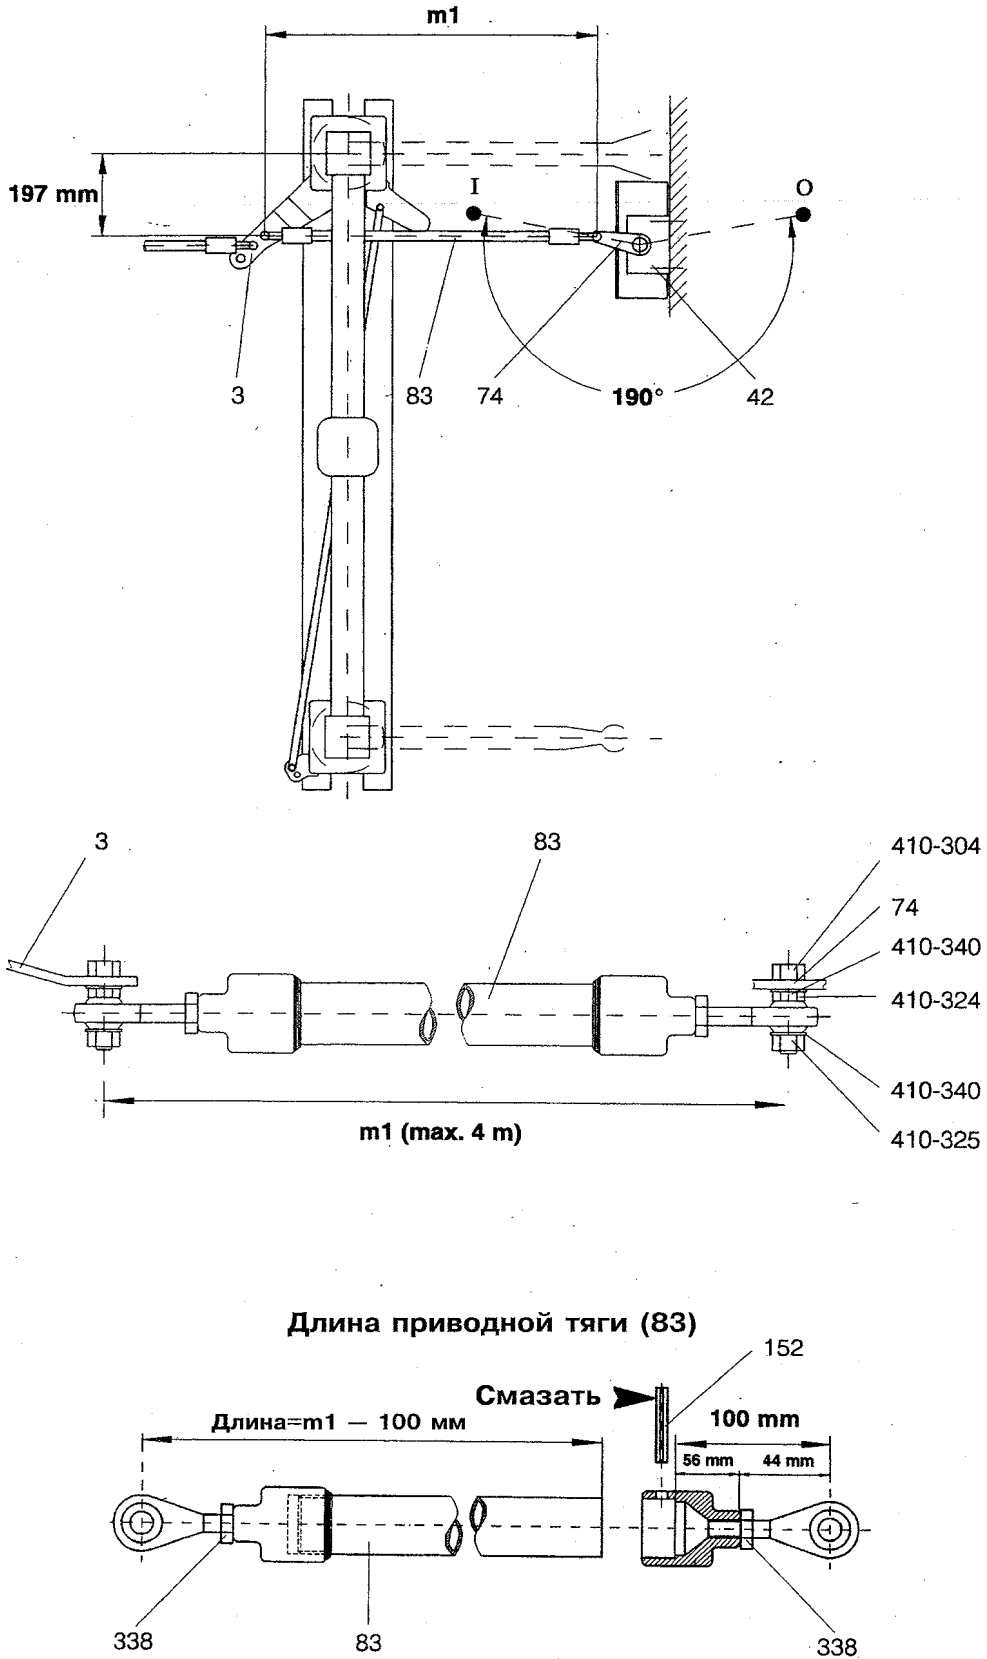

Рисунок 25: Установка приводного механизма разъединителя; раздельная установка: боковое смещение приводного механизма
При установке отдельно от основания приводного механизма на разъединитель, последовательность установки зависит от размера $m3$ приводного вала (43) — Рис. 22, 23 и от возможного бокового смещения приводного механизма и разъединителя — Рис. 25:
18. Если приводной механизм с боковым смещением: Подсчитайте требуемую длину приводной тяги (83) и укоротите на соответствующую величину — Рис. 25
19. Если приводной механизм с боковым смещением: Присоедините приводную тягу (83) к приводному рычагу (74) и связующему рычагу (3) разъединителя — Рис. 25
20. Если приводной механизм с боковым смещением: Просверлите отверстие через приводную тягу (83) (диаметр 13 мм — H12) — Рис. 25
21. Если приводной механизм с боковым смещением: Смажьте отверстие силиконовой смазкой и вставьте пружинный штифт из нержавеющей стали — Рис. 25